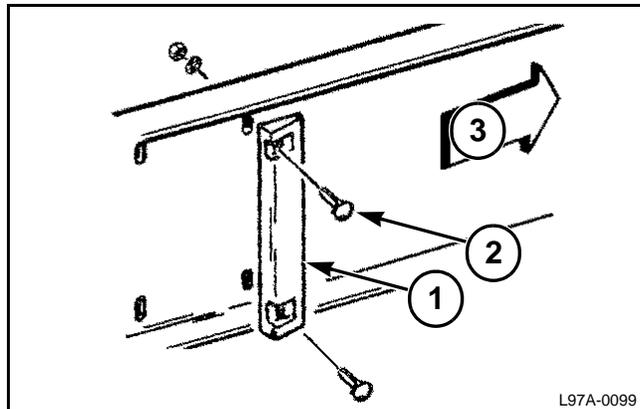

FIG. 26
FIG. 26: Se proporcionan resistores de heno (1) con tornillería (2) como equipo estándar del enfardador. Se pueden instalar dos juegos de resistores de heno cuando se desea densidad de fardo adicional para enfardar cosechas secas y livianas como la paja. NO instale los resistores de heno a menos que la pintura en el interior de la cámara de fardos se hay desgastado y la cámara luzca lisa.